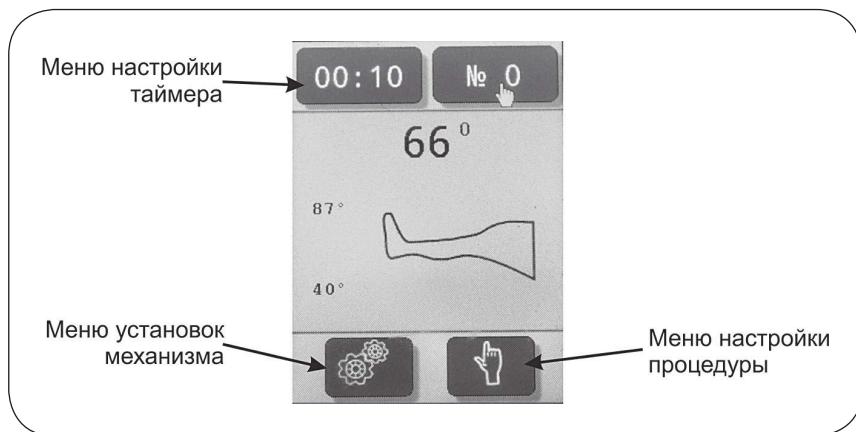

Рисунок 7.4 – Дисплей режима готовности
7.2. Дисплей режима готовности (см. рис. 7.4):
После однократного нажатия любой кнопки Аппарат перейдет в режим «Пауза», о чем сообщит мигающая в зоне С пульта управления иконка . В данном режиме дисплей переходит в состояние выбора меню (см. рис. 7.4): иконки панели становятся активными и появляется возможность оперативно изменить (скорректировать) режим работы аппарата.
<p>Задание амплитуды движения (углов сгибания / разгибания) Амплитуда движения - это рабочий диапазон, внутри которого происходит движение исполнительных механизмов каждого двигателя. Настраиваются крайние положения. Минимальные и максимальные значения индивидуальны для каждого пациента и режима работы. Шаг настройки - 1°.</p> <p>Настройка амплитуды может осуществляться двумя способами:</p> <p>1. Аппарат находится в стационарном состоянии. Пользователь знает требуемый диапазон.</p> <p>1.1. Для задания амплитуды движения необходимо зайти в меню установок мотора (рис.7.4).</p> <p>1.2. С помощью кнопок (+), (-) перевести курсор на символ ↑ и нажать кнопку OK (рис. 7.5). Задать требуемое верхнее значение диапазона для мотора (для увеличения угла нажмите кнопку (+), для уменьшения - (-)).</p> <p>1.3. Нажать кнопку OK для подтверждения заданного значения и выхода из меню задания верхнего значения диапазона.</p> <p>1.4. С помощью кнопок (+), (-) перевести курсор на символ ↓ и нажать кнопку OK (рис. 7.5). Задать требуемое нижнее значение диапазона для мотора.</p> <p>1.5. Нажать кнопку OK для подтверждения заданного значения и выхода из меню задания нижнего значения диапазона.</p> <p>1.6. С помощью кнопок (+), (-) перевести курсор на символ ✕, нажать на кнопку OK и выйти из меню настроек мотора.</p>
<p>2. Первичная настройка под пациента, выбор допустимых углов (активный поиск угла). Задание угла осуществляется последовательным движением в выбранную точку.</p> <p>⚠ ВНИМАНИЕ! Для первичной настройки под пациента необходимо пациента разместить на аппарате и выполнить подстройку в соответствии с разделами настоящего руководства.</p> <p>Для задания амплитуды движения необходимо:</p> <p>2.1. Зайти в меню установок мотора (рис. 7.4).</p> <p>2.2. С помощью кнопок +, - перевести курсор на символ ↑ и нажать кнопку OK (рис. 8.5). Одновременно с удержанием кнопки пуск, кнопками + или -, выставить верхнее значение диапазона, которое не будет вызывать болевых ощущений в суставе у пациента.</p> <p>2.3. Нажать кнопку OK для подтверждения заданного значения и выхода из меню задания верхнего значения диапазона. На экране около символа ↑ появится записанное значение.</p> <p>2.4 С помощью кнопок +, - перевести курсор на символ ↓ и нажать кнопку OK (рис. 7.5). Одновременно с удержанием кнопки пуск, кнопками + или -, выставить нижнее значение диапазона, которое не будет вызывать болевых ощущений в суставе у пациента.</p> <p>2.5. Нажать кнопку OK для подтверждения заданного значения и выхода из меню задания нижнего значения диапазона. На экране около символа ↓ появится записанное значение.</p> <p>2.6. С помощью кнопок +, - перевести курсор на символ ✕, нажать на кнопку OK и выйти из меню настроек мотора.</p> <p>⚠ ВНИМАНИЕ! Установленные значения и фактически измеренный угол могут незначительно отличаться.</p>